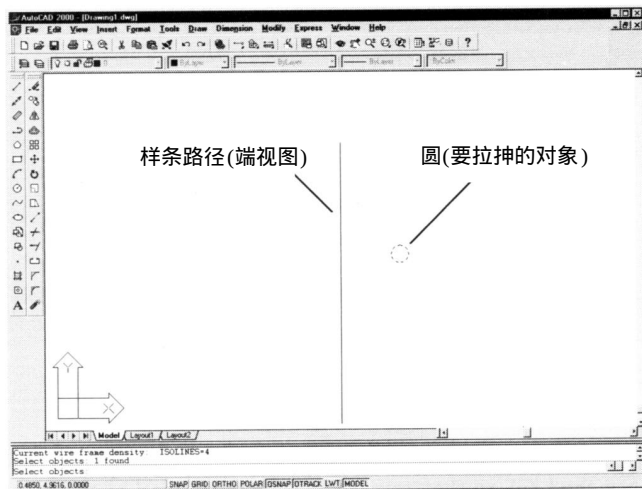

图35-14 定义管道切口为圆
4) 定义管道切口形状为圆形(不是必须为圆形,可以是任何闭合的形状,如椭圆、多边形、矩形、或闭合多义线形)。因为画圆比较方便,用这个圆进行拉伸(见图35-14)。